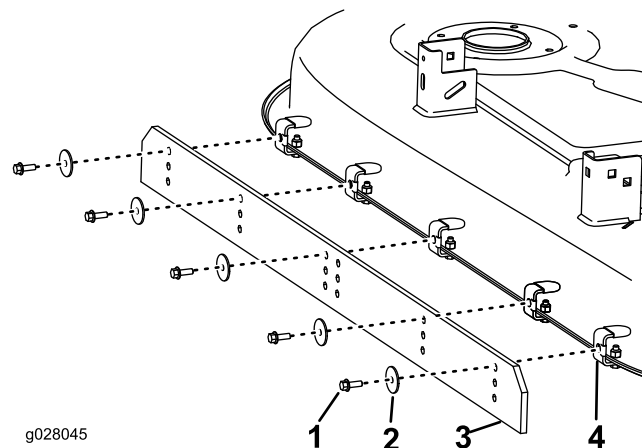

Figura 3
4. Instale la rasqueta en los soportes (Figura 3).